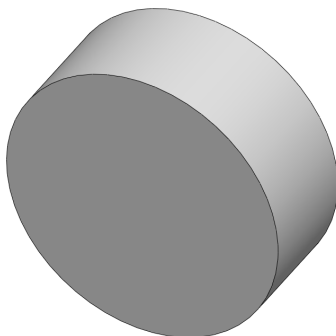

图 14-19 创建拉伸凸台特征
(3) 退出草图绘制环境，单击【拉伸凸台/基体】按钮，选择新绘制的草图，弹出【凸台-拉伸】属性管理器，设置【深度】为 80，单击【确定】按钮，即可创建拉伸凸台特征，效果如图 14-19 所示。